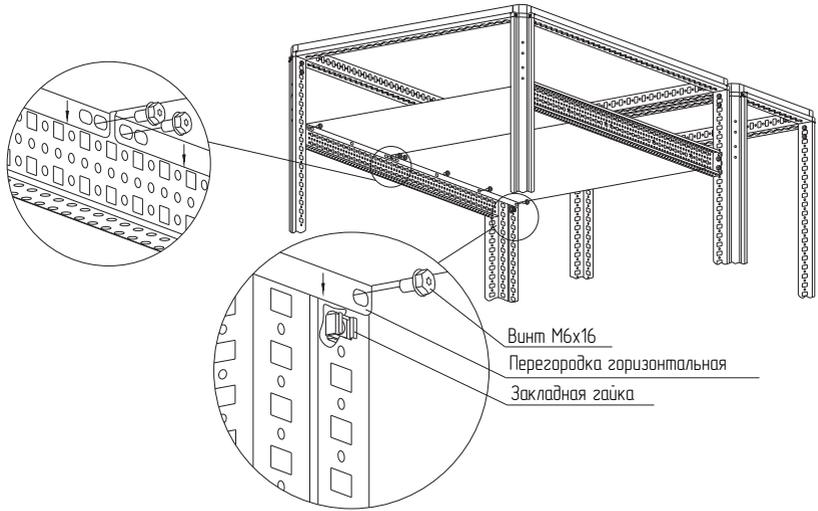

Рисунок 58
– вариант 2. Установить закладные гайки в квадратные отверстия реек монтажных тип В. Расположить перегородку горизонтальную для распределительных шин между рейками монтажными тип В и закрепить винтами М6×12 и шайбой 6 (рисунок 58). Момент затяжки – 7 Н·м. Болты приобрести отдельно;